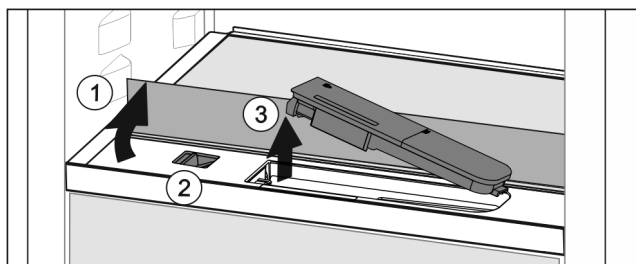

Fig. 51
- ▶ Skleněnou desku nadzvedněte a zaklapněte dozadu až na doraz Fig. 51 (1).
- ▶ Posuvník Fig. 51 (2) posuňte doleva.
- ▶ Vyměňte nádržku na vodu Fig. 51 (3).